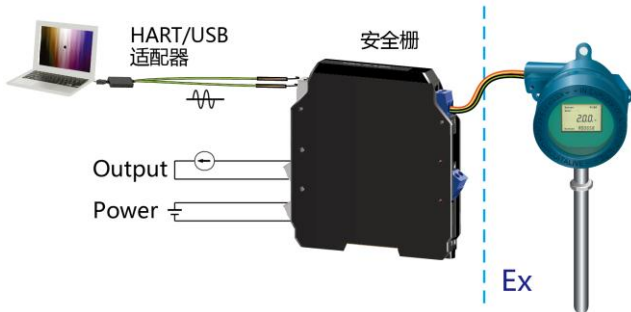

图 3 防爆环境 HART 设置
• 系统应用时,也可以通过适配器在连接输出和电源的接线端子排,对 MT182 进行组态设置。在防爆环境,MT182 必须加装经认证的隔爆外壳;设置连接如图 3。在本安环境,适配器应在安全区,通过安全栅对 MT182 连接组态。